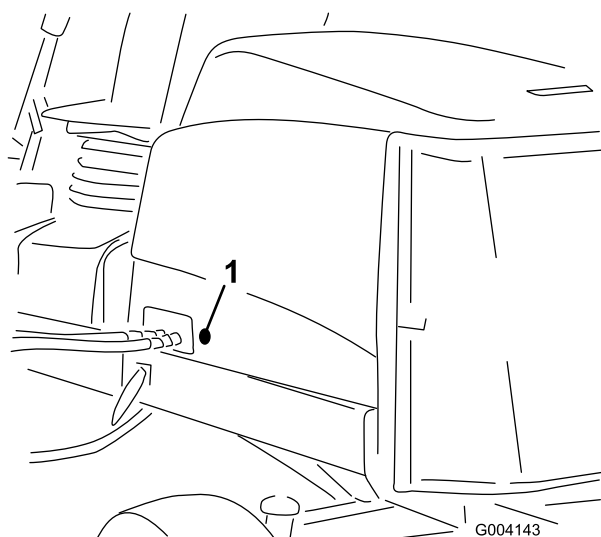

Figura 17
2. Togliete l'anello passacavi in gomma dal foro nel lato sinistro del cofano (Figura 17).